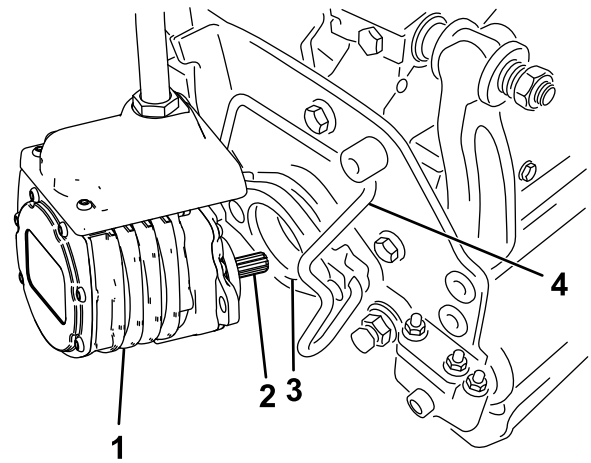

Figura 52
- Cubra el eje acanalado del motor de la unidad de corte con grasa limpia (Figura 52).
- Introduzca el motor en el lado izquierdo de la unidad de corte (visto desde el puesto del operador) y tire de la barra de retención del motor en la unidad de corte hacia el motor hasta que oiga un “clic” en ambos lados del motor (Figura 52).